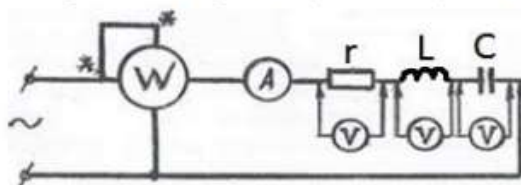

Рис.2 . Электрическая схема цепи с последовательным соединением r , L и C .
4. Собрать электрическую схему, как показано на рис. 2 .